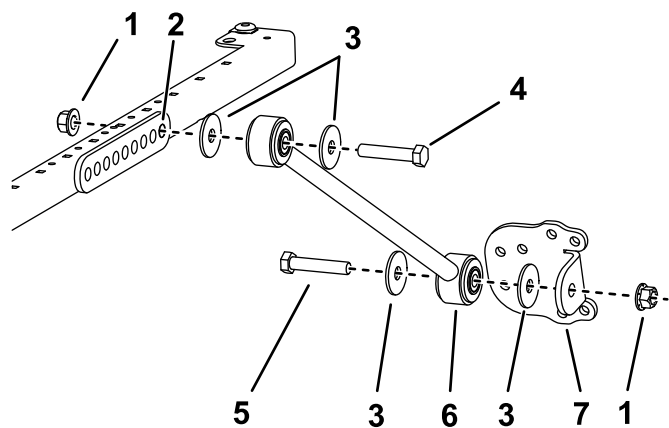

Figura 30
- En los modelos 03820, 03821, 30604 , 30605, 30608 y 30609, en cada lado del bastidor del toldo, monte provisionalmente un tirante en el taladro **trasero** del soporte del tirante con un perno ($\frac{1}{2}$ " x $2\frac{1}{2}$ ") una arandela ($\frac{1}{2}$ ") y una tuerca con arandela prensada ($\frac{1}{2}$ "), según se muestra en Figura 30.
- Sujete provisionalmente un soporte de tirante a cada tirante con un perno (1/2" x 2 1/2"), una arandela (1/2") y una tuerca con arandela prensada (1/2"), según se muestra en Figura 30.